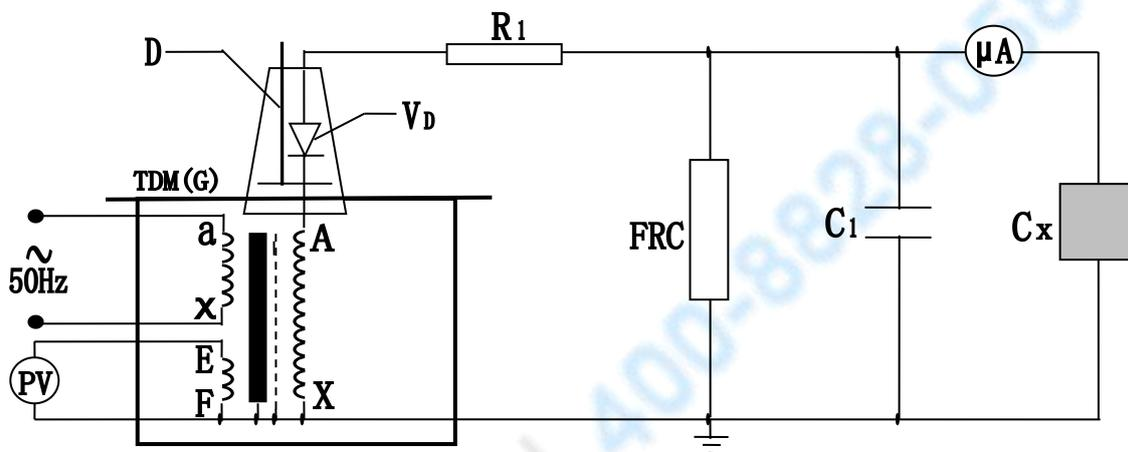

图 7：高压直流泄露试验接线图
5、TDM(G)试验变压器在做被试品的直流耐压或泄露试验时接线原理图如图 7。
注：此试验应先抽出短路杆“D”，图 7 中所示。